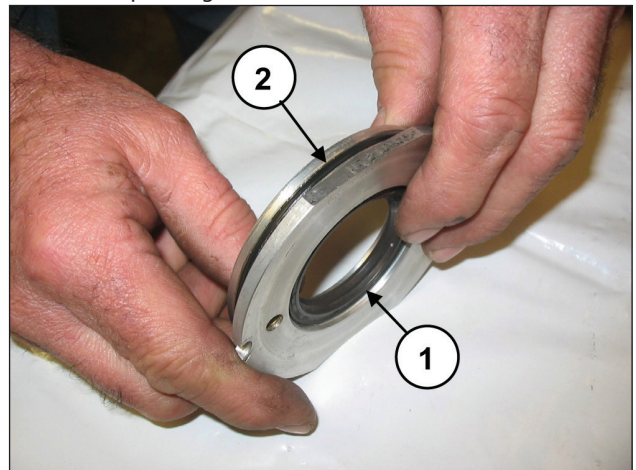

Fig. 165
Remplacer le joint Spi (rep. ①, Fig. 165) et le joint torique extérieur (rep. ②, Fig. 165).